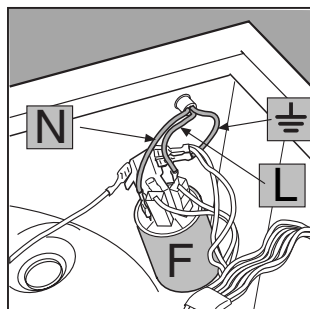

Fig. 4
- Scollega i cavetti dal filtro antisturbo **F** [fig. 4] facendo attenzione alla loro posi-